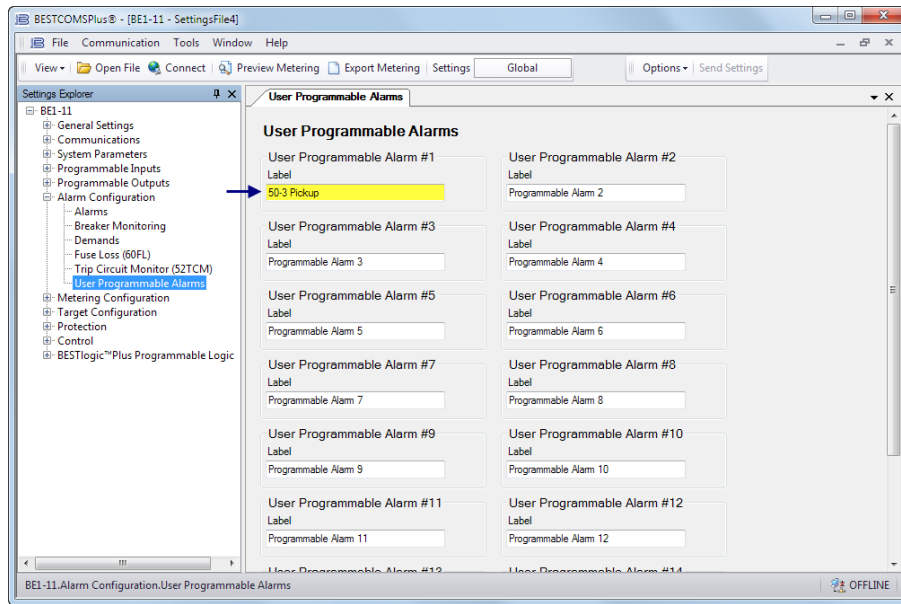

Figure 2-20. Écran Alarmes programmables par l'utilisateur
Step 14: Dans l'Explorateur des paramètres (Settings Explorer), développez les menus Configuration des alarmes (Alarm Configuration), Alarmes programmables par l'utilisateur (User Programmable Alarms) et donnez un nom à l'alarme programmable par l'utilisateur #1 (User Programmable Alarm #1) comme indiqué dans la Figure 2-20.